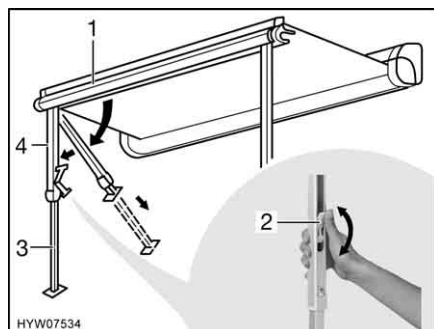

Fig. 8 Installazione dei montanti di supporto
- Rimuovere i montanti di supporto (Fig. 8,4) dal listello anteriore (Fig. 8,1) esercitando una leggera pressione verso l'esterno, quindi ribaltarli e collocarli.
- Estrarre la parte inferiore dei montanti di supporto (Fig. 8,3) fino alla lunghezza desiderata.
- Chiudere il bloccaggio presente sui montanti di supporto. A tale scopo, spingere la leva di serraggio (Fig. 8,2) verso l'alto.